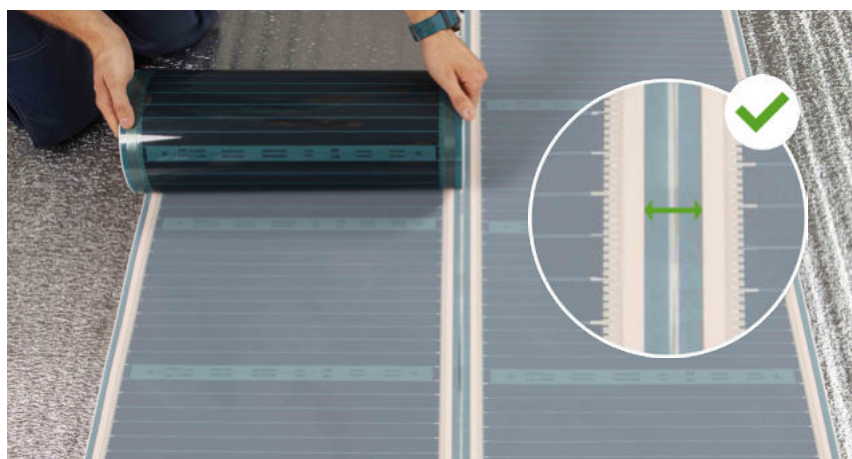

Рис. 14
- укладывать нагревательные полосы внахлёт (допускается делать нахлёт только на технологических участках нагревательной плёнки при условии, что расстояние между токонесущими шинами не менее 1 см) (рис. 14).